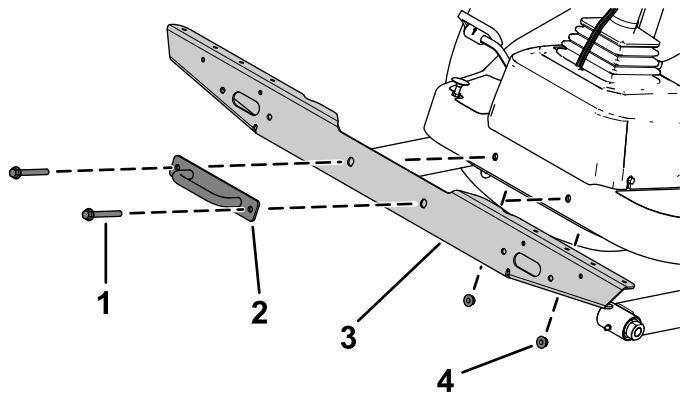

Figura 18
2. Fissate il supporto trasversale dei fari sulla piattaforma con i bulloni, i dadi e la staffa di ancoraggio precedentemente rimossi (Figura 18).